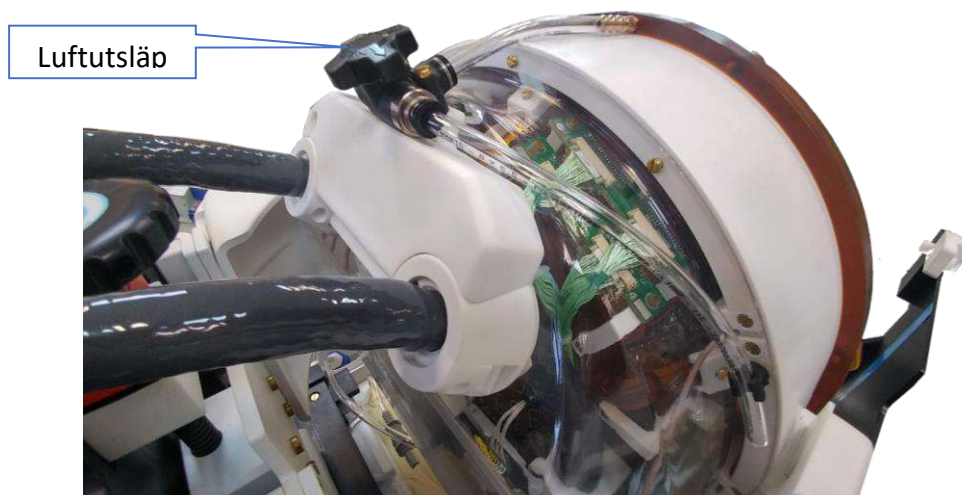

Bild 12-11: Luftutsläppsventil (öppen)
- Step16. Öppna ventilen på givarens ovansida för att möjliggöra luftflöde medan givarens gränssnitt är fyllt med vatten. Se **Bild 12-11**.